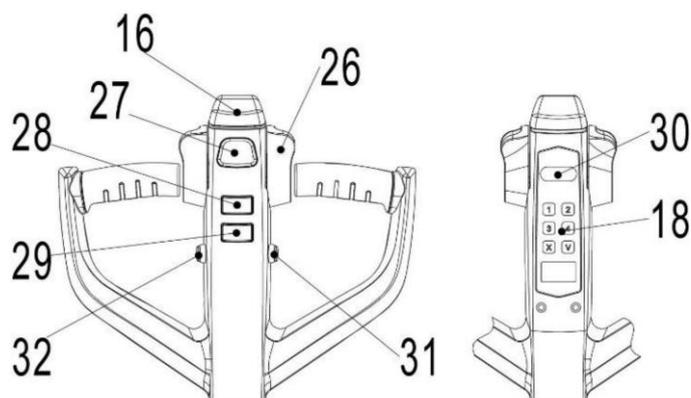
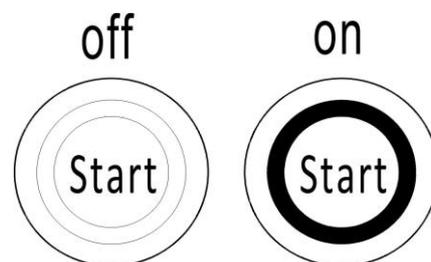
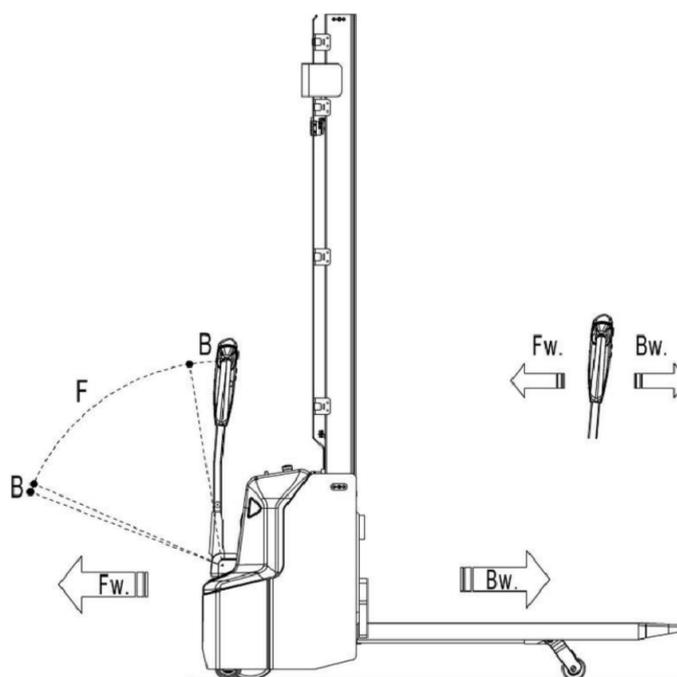

Рис.7: Ручка управления
Рис.8: Кнопка запуска
Рис.11: Направления движения
на PSE12BD: необходимо проверить, что аварийная кнопка (рис.1, поз. 20) отжата, при необходимости аккуратно потяните ее вверх. Затем введите пароль на ПИН-панели и нажмите кнопку «√». Нажмите на кнопку звукового сигнала (рис. 7, поз. 27) для проверки работы предупреждающего сигнала.
на PSE12ND: необходимо проверить, что аварийная кнопка (рис.1, поз. 20) отжата, при необходимости аккуратно потяните ее вверх. Затем нажмите кнопку запуска (рис. 8), на ней загорится зеленый свет. Введите пароль на ПИН-панели и нажмите кнопку «√». Для активации также может быть использована карта доступа RFID. Нажмите на кнопку звукового сигнала (рис. 7, поз. 27) для проверки работы предупреждающего сигнала.
PSE06NCB: для выключения штабелера сначала нажмите кнопку запуска (рис. 8), на ней погаснет зеленый свет, а затем нажмите аварийную кнопку (рис. 1, поз. 20).
Для осуществления подъема груза необходимо полностью подъехать под паллет с грузом, нажать и удерживать кнопку подъема (рис. 7, поз. 28), пока не будет достигнута нужная высота подъема.
При нажатии кнопки подъема вилок (рис. 7, поз. 31), грузовые и опорные вилы поднимаются вместе, максимальная высота подъема составляет 120 мм, максимальная грузоподъемность - 1200 кг.
Когда вилы подняты на высоту 120 мм, нажмите кнопку подъема грузовых вилок (рис. 7, поз. 28), груз может быть поднят для штабелирования, максимальная высота подъема - 1800 мм (если оборудование предполагается использовать как тележку для поддонов и штабелер одновременно).
Если вилы штабелера находятся в стеллажном пространстве, необходимо осторожно отъехать от стеллажа с паллетом или без паллета. Во время движения необходимо удостовериться, что вилы не задевают стеллаж. Для спуска нажмите и удерживайте кнопку снижения (рис. 7, поз. 29).
После того, как проведен запуск штабелера через ПИН-панель, и аварийная кнопка поднята, переведите ручку управления в рабочее положение («F», рис.11).
Отклоните маховики управления в нужном направлении «вперед» («Fw», рис. 11) или «назад» («Bw», рис. 11).
Контролируйте скорость передвижения с помощью маховиков (рис. 7, поз. 26) для достижения требуемой скорости.
На штабелере имеется кнопка замедленного ("черепашьего") хода для передвижения с пониженной скоростью. Нажмите кнопку замедленного хода (рис. 7, поз. 30) один раз, чтобы включить режим, поверните акселератор для движения на медленной скорости, и нажмите кнопку замедленного хода повторно, чтобы восстановить исходное состояние.
Нажмите кнопку замедленного хода (рис. 7, поз. 30) и удерживайте ее в течение 2 секунд, чтобы активировать функцию движения с ручкой управления, расположенной в вертикальном положении, при работе в ограниченном пространстве. Функция активна только при нажатой кнопке замедленного хода (для снижения скорости); отпускание кнопки замедленного хода приведет к немедленной остановке. Задействование маховиков управления в течение промежутка времени менее двух секунд после нажатия кнопки замедленного хода не приведет к активации функции, цикл активации необходимо повторить с самого начала. Маховики управления должны оставаться в нейтральном положении до истечения двух секунд.
- Переключение маховиков управления (рис. 7, поз. 26) обратно в начальное положение или освобождение маховиков активирует систему торможения. Штабелер тормозит до полной остановки.
- При переключении маховиков управления (рис. 7, поз. 26) из положения «движение в одном направлении» в положение «движение в противоположном направлении», штабелер постепенно тормозит, пока не начнет движение в противоположном направлении.
- Штабелер тормозит, если ручку управления перевести в верхнее или нижнее положение к точкам торможения («В», рис. 11). При отпускании рукоять управления автоматически возвращается в верхнее положение к точке торможения («В», рис. 11). Штабелер будет тормозить, пока не остановится.
- Кнопка противоотката (безопасности) (рис. 7, поз. 16) защищает оператора от получения повреждений и травм. Если эта кнопка включена, штабелер притормаживает и/или начинает движение в противоположном направлении («Вw», рис. 11) на небольшое расстояние и останавливается. Необходимо помнить, что эта кнопка действует, даже если штабелер не едет, но ручка управления находится в рабочем положении.